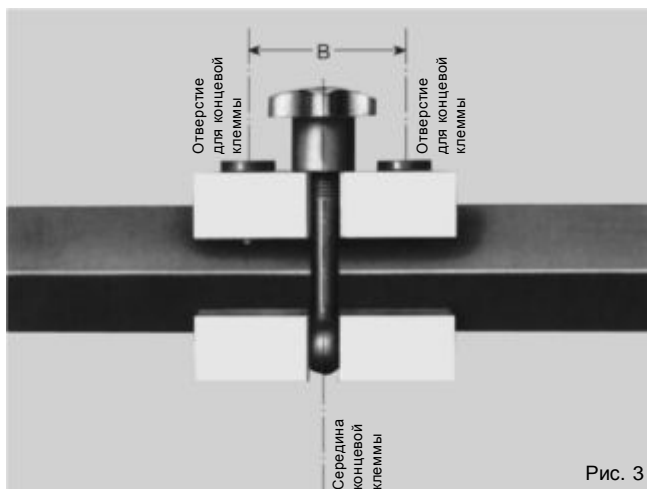

Рис. 3
2.6 Концевая клемма навинчивается на ходовой рельс. Для этого требуются 2 отверстия в ходовом рельсе (см. рис. 3). Крутящий момент затяга шестигранных винтов M 8 – 10 нм.